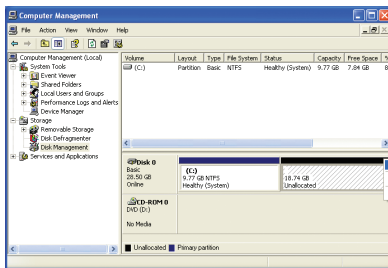

図 6
- オペレーティングシステムをインストールする前にハードドライブのパーティションが適切に分割されていない場合、ハードドライブの空きスペースを使用して新しいパーティションを作成することができます (図 6,7)。ただし、**Disk Management (ディスクの管理)** で、ハードドライブに未割り当てスペースのないシステムパーティションしか含まれていないことが表示された場合、新しいパーティションを作成したり、Xpress Recovery2を使用することはできません。この場合、オペレーティングシステムを再インストールし、ハードドライブのパーティションを再び作成してください。